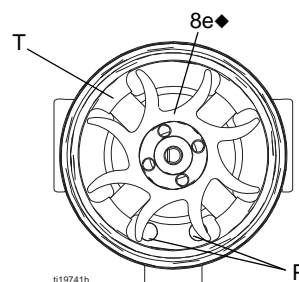

FIG. 39 . Orientation du ventilateur
3. Mesurez la résistance entre les deux bornes extérieures du connecteur à 3 câbles (PC) ; elle doit être comprise entre 2 et 6 ohms. Si cette plage n'est pas respectée, remplacez la bobine de la turbine (8a).
5. Si cela est nécessaire, faites tourner le ventilateur (8e) de sorte que ses pales ne se trouvent pas devant les quatre languettes de coussinet (T) du boîtier (8d). Consultez la FIGURE 39.
7. Maintenez l'ensemble de bobine (8a) sur un établi en orientant l'extrémité du ventilateur vers l'avant. Retirez le ventilateur (8e) de l'axe (S) à l'aide d'un tournevis plat large.
10. Installez le nouveau coussinet inférieur (8b1) sur la partie longue de l'axe (S). La partie la plus plate du coussinet doit être orientée à l'opposé de l'aimant (M). Installez dans la bobine (8a) de sorte que les languettes de coussinet sont au niveau de la surface de la bobine.
12. Maintenez l'ensemble de bobine (8a) sur un établi en orientant l'extrémité du ventilateur vers l'avant. Appuyez sur le ventilateur (8e), sur l'extrémité longue de l'axe (S). Les pales du ventilateur doivent être orientées comme illustré dans la FIGURE 39.
13. Appuyez doucement l'ensemble de la bobine (8a) sur l'avant du boîtier (8d) tout en alignant la broche de la bobine avec la fente du boîtier. Le connecteur à 3 câbles (PC) doit être placé sous la partie la plus large (W) des languettes du boîtier.
14. Faites tourner le ventilateur (8e) de sorte que ses pales ne se trouvent pas devant les quatre languettes de coussinet (T) à l'arrière du boîtier. Assurez-vous que les pales du coussinet inférieur (8b1) s'alignent avec les languettes.